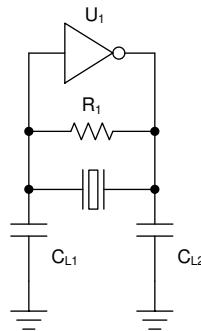

図 6-1. ピアス型発振器
どちらの水晶発振器も 図 6-1 に示すピアス型発振器です。このタイプの発振器では、水晶振動子と負荷コンデンサが  $\pi$  フィルタを形成し、内部アンプに 180° の位相シフトを行って、指定された周波数に発振器がロックされた状態に維持します。この周波数が妥当なものとなるよう、水晶振動子の容量性負荷 (CL) パラメータに基づいて、負荷容量の大きさを適切に選定する必要があります。